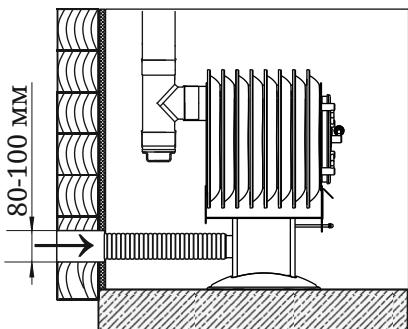

Рисунок 5. Вариант установки печи с подачей уличного воздуха через гофротрубу
Второй вариант установки предполагает подвод уличного воздуха через гофротрубу (рис.5). Для этого в опорной колонне предусмотрен патрубок диаметром 80 мм с удалаемой заглушкой (15), на который надевается и закрепляется хомутом алюминиевая гофротруба (хомут и гофротруба в комплект поставки не входят). Перед установкой гофротрубы необходимо удалить заглушку патрубка в опорной колонне-воздуховоде.